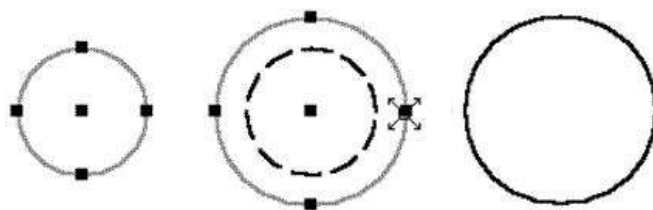

Рис. 3.11
На рис. 3.11 представлен пример по изменению размеров окружности без обращения командам редактирования.
- Когда выделение объекта снимается, исчезают и его характерные точки (рис. 3.11).